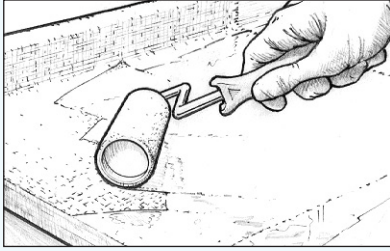

Figura 28 Impregne la superficie para rellenar el tejido antes de que el pre-encolado pierda su pegajosidad.
9. Impregne la superficie para rellenar el tejido antes de que el pre-encolado pierda su pegajosidad (*Figura 28*). Siga los procedimientos de acabado final incluidos en la sección siguiente. Será necesario aplicar dos o tres capas para rellenar completamente la textura del tejido y poder realizar un lijado final sin dañar el tejido.